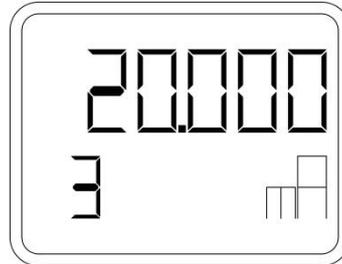

Рисунок 9 – Установка верхнего предела измерения при подаче опорного давления
- При помощи кнопок «↑» и «↓» установить верхнее значение на 20 мА (рисунок 9).